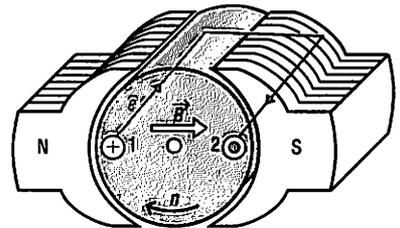

Fig. 1 : Création d'une force électromotrice.
a) Création d'une force électromotrice (fig. 1)
Si on fait passer un courant dans la spire (fig. 1), en présence du flux inducteur, une force agit sur les conducteurs et fait tourner l'induit.